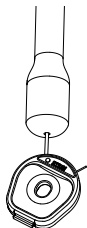
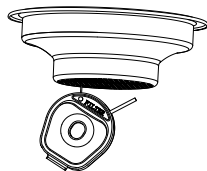

Рис. 9: очистка паровика (6) с помощью толстого стержня
Рис. 10: очистка фильтров (13, 14) с помощью тонкого штифта
Стержень (17) используется для очистки паровых патрубков и фильтров. Толстый стержень предназначен для очистки паровика (рис. 9), а тонкий — для фильтров (рис. 10).